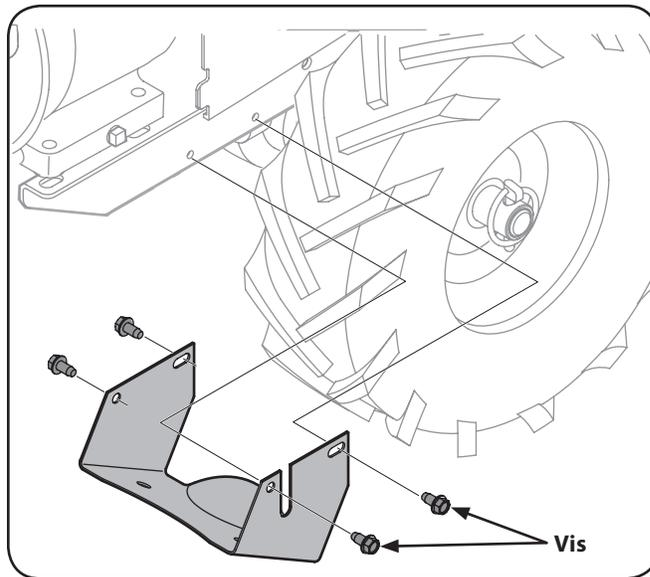

Figure 7-2
3. Retirez les quatre vis hexagonales de ¼-20 qui fixent le couvercle des poulies au châssis, puis retirez le couvercle. Voir Figure 7-2. Gardez le couvercle dans un endroit sûr pour utilisation ultérieure.